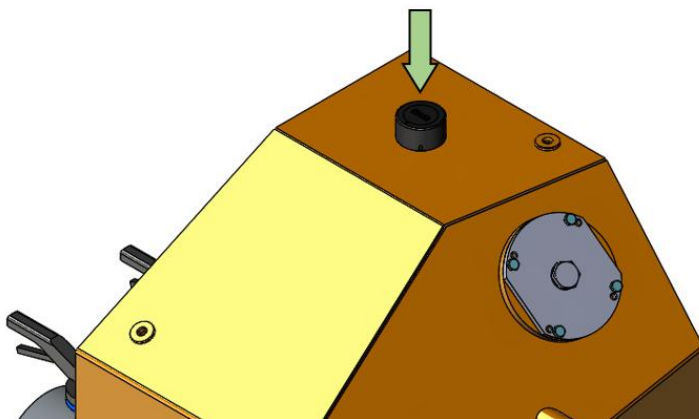

Рисунок 5.52. Размещение сапуна на гидравлическом баке
- ▶ Выкрутить сапун в направлении против часовой стрелки рис. 5.52.